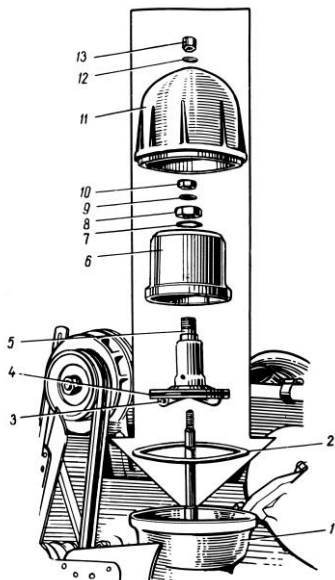

Рис. 21. Фильтр центробежной
1. Отвернуть гайку 13 крепления колпака 11 (рис. 21) и снять колпак.